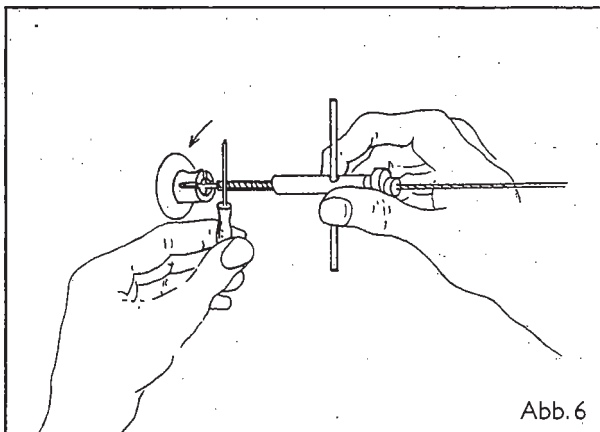

Abb. 6
3. Stecken Sie den Stahlstift in die Bohrung des Spann- schlosses und den Schraubendreher in die Bohrung der Spannschraube. Halten Sie das Spannschloß mit dem Stahl- stift fest und bewegen Sie nur die Spannschraube. Durch Drehen der Spannschraube gegen den Uhrzeigersinn spannt sich das Seil (Abb. 6).